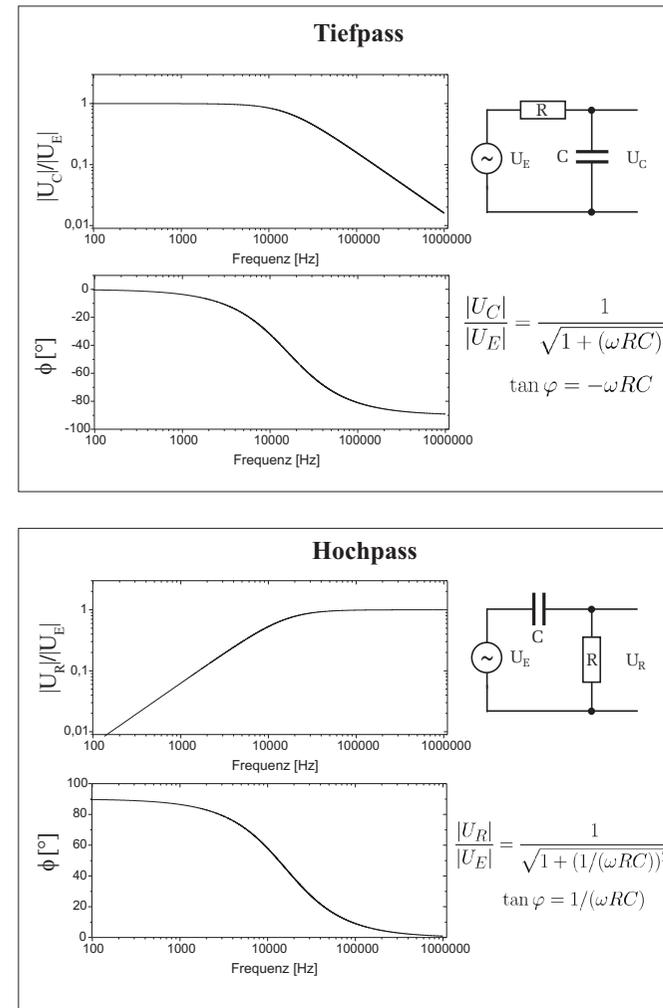

Abbildung 6: Frequenz- und Phasengang eines Tiefpass- bzw. Hochpassfilters (Bode-Diagramm). Beachten Sie den logarithmischen Maßstab der entsprechenden Achsen.
Im Gegensatz zu der Schaltung mit den beiden Widerständen, ist die Amplitude beim RC-Glied frequenzabhängig. Für kleine Frequenzen, d.h.  $\omega \rightarrow 0$ , nimmt der Nenner in Gleichung (16) den Wert Eins an. Die Amplitude  $|U_C|$  entspricht dann gerade der Amplitude  $|U_E|$  des Eingangssignals. Für größere Frequenzen wird die Amplitude immer geringer und geht für  $\omega \rightarrow \infty$  schließlich gegen Null. Das RC-Glied verhält sich wie ein **Tiefpassfilter**. Nur **tiefe** Frequenzen können den Filter **passieren**, höhere Frequenzen werden entsprechend stark gedämpft (Abbildung 6 oben).
Bei einem RC-Glied tritt zusätzlich eine Phasenverschiebung  $\varphi$  zwischen Eingangs- und Ausgangssignal auf, die zudem von der Frequenz abhängt (Abbildung 6 oben).
Entsprechend werden beim Hochpassfilter tiefe Frequenzen stark gedämpft, während höhere Frequenzen nicht bzw. nur schwach unterdrückt werden (Abbildung 6 unten).